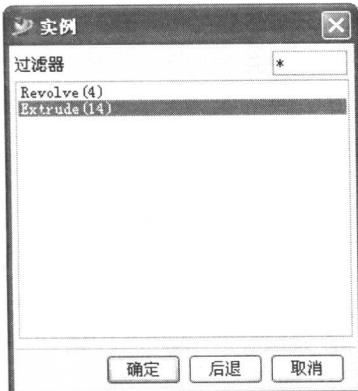
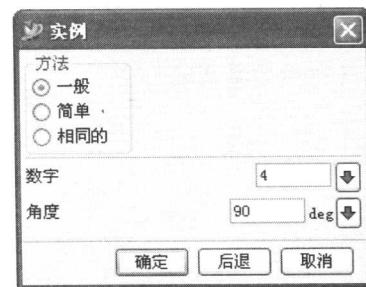

图2-9
图2-10
4. 在【成形特征】工具条中单击【实例特征】按钮，弹出【实例】对话框，然后单击【环形阵列】按钮，弹出【实例】对话框。选择第3步创建的特征，单击【确定】按钮，如图2-9所示，弹出【实例】对话框。分别在【数字】和【角度】输入框中输入“4”和“90”，如图2-10所示，最后单击【确定】按钮，弹出【实例】对话框。